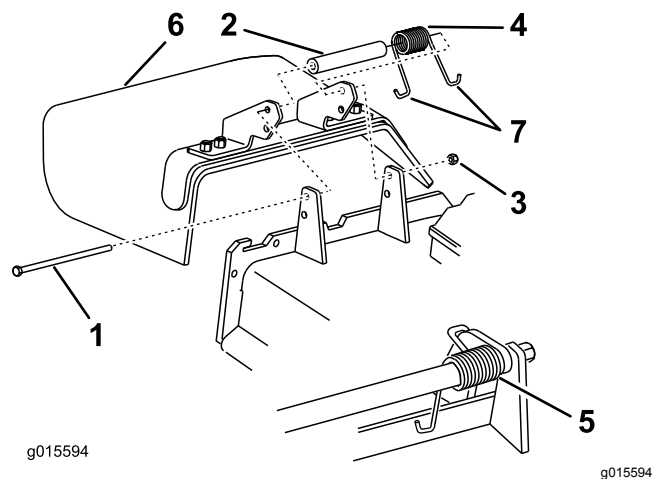

図 88
1. デフレクタをピボットブラケットに固定しているロックナット、ボルト、スプリング、スペーサを外す(図 88)。
注 必ず、スプリングのJフック端の1つをデッキエッジの後ろに引っ掛け、それからボルトを 図 88 のように取り付けてください。
6. J 形端部のひとつをデフレクタに引っ掛ける 図 88。